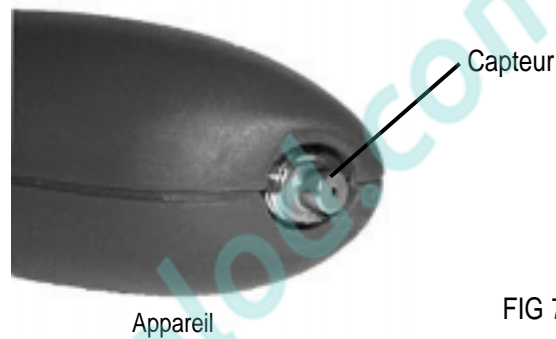

FIG 7
1. Retirez la sonde flexible en la saisissant fermement et en la tournant dans le sens contraire des aiguilles d'une montre. Ceci exposera le senseur à l'extrémité de l'appareil (voir Fig. 7). Vérifiez si le senseur est installé.